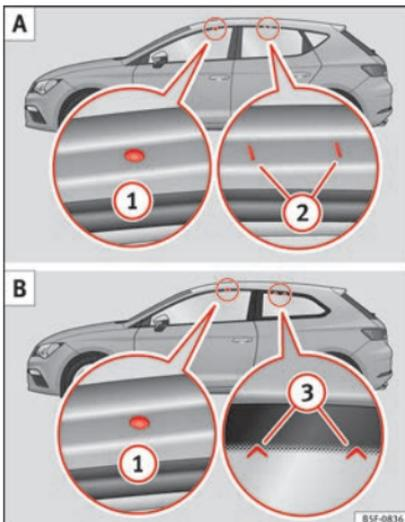

Fig. 184 Leon/Leon SC: puntos de fijación de las barras longitudinales para el portaequipajes del techo.
Los puntos de fijación delanteros y traseros ① y ② sólo pueden verse con las puertas abiertas » **fig. 184 A.**
Los puntos de fijación delanteros ① sólo pueden verse con las puertas abiertas. Los puntos de fijación traseros ③ están marcados en el borde superior del cristal lateral con puntas de flecha » fig. 184 B.